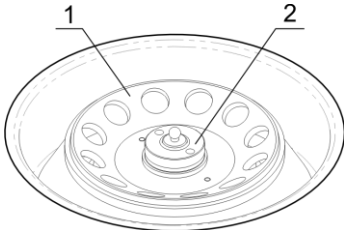

Abbildung 1. Einbau des Rotors
- Setzen Sie den Rotor (Abb. 1/1) ein und sichern Sie ihn fest mit der Befestigungsmutter, wobei Sie die Mutter mit den Schlüssellochern nach oben ausrichten (Abb. 1/2) und sie mit dem mitgelieferten Schraubenschlüssel im Uhrzeigersinn festziehen.